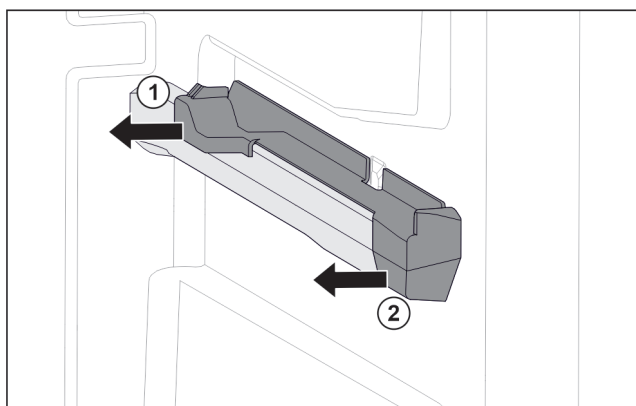

Fig. 108 Oikeanpuoleisen kannattimen kiinnitysosa
- ▶ Vedä kiinnitysosa takaa sivuun. Fig. 108 (1)
- ▶ Vedä kiinnitysosa edestä sivuun. Fig. 108 (2)